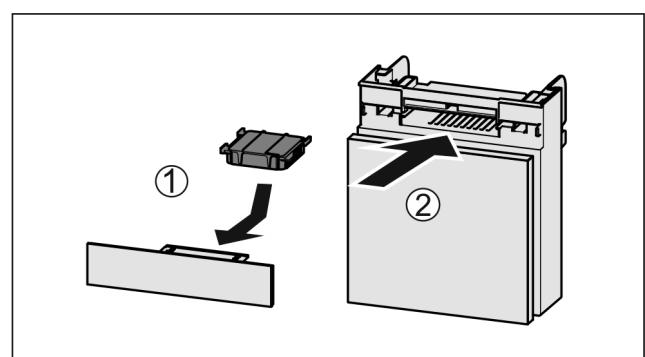

Fig. 55
- Filtr s aktivním uhlím vložte podle vyobrazení Fig. 55 (1).
► Zásuvku zasuňte Fig. 55 (2).